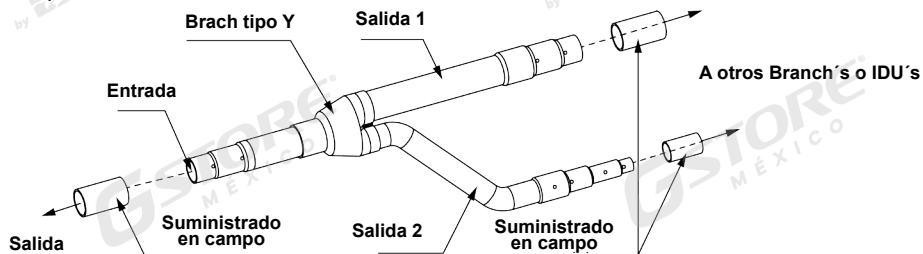

Fig. 4.3.6.1
- (2) La derivación tipo Y tiene varias secciones de tubería con diferentes dimensiones, lo que facilita su adaptación a varias tuberías de cobre. Utilice un cortatubos para cortar en el centro de la sección de tubo que tenga las dimensiones adecuadas y elimine también las rebabas. Véase la fig. 4.3.6.2.
- (3) El Branch tipo Y puede instalarse vertical u horizontalmente.